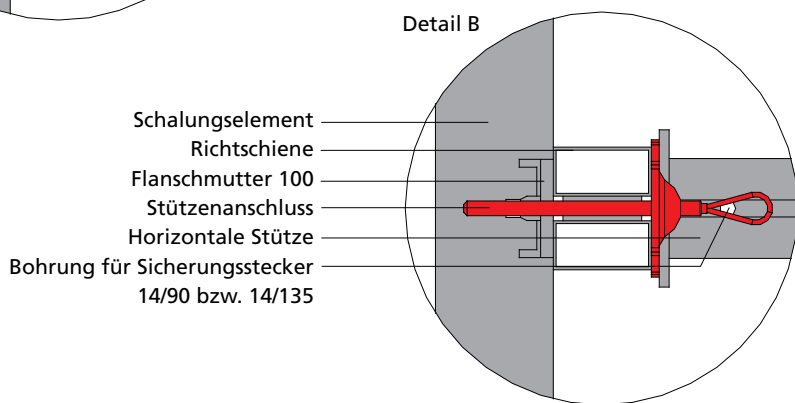

Abb. 16.4
■ Oder der Stützenanschluss wird mit Hilfe einer Richtschiene mit einer gekonterten Flanschmutter 100 befestigt (Abb. 16.4).